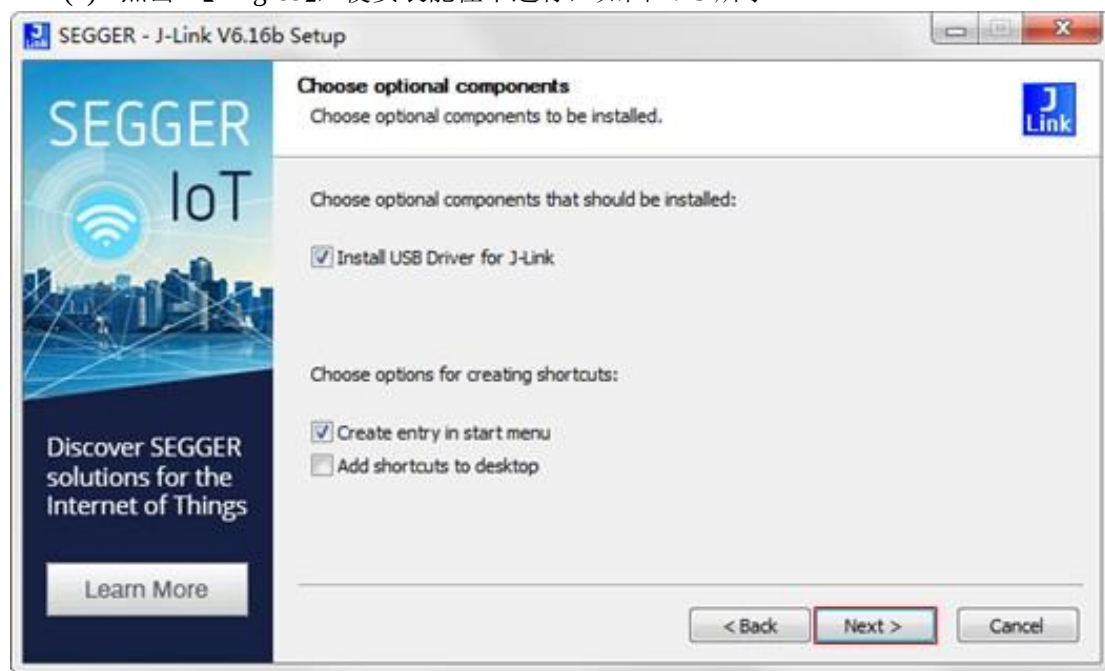

图 2.25 J-Link 软件安装向导
(1) 软件开始安装后，在安装向导页面点击 【Next】，如 图 2.25 所示。
(2) 点击 **【I Agree】**，使安装能往下进行，如图 2.25 所示。